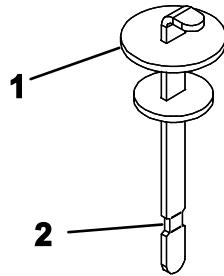

Bild 19
4. Entfernen Sie den Peilstab aus dem Füllstutzen und wischen ihn mit einem sauberen Lappen ab. Stecken Sie den Peilstab in den Einfüllstutzen und ziehen ihn dann heraus, um den Ölstand zu prüfen. Der Ölstand sollte an der Markierung am Peilstab liegen (Bild 19).